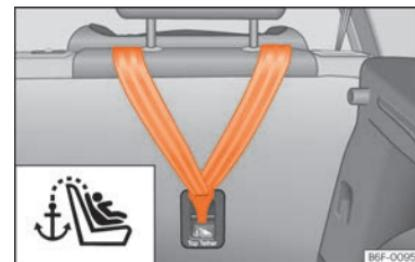

Fig. 27 Parte posterior de los asientos traseros: argollas de sujeción para el cinturón Top Tether.
- Deslice la correa y fíjela correctamente con el anclaje de la parte posterior del respaldo **»» fig. 27**.